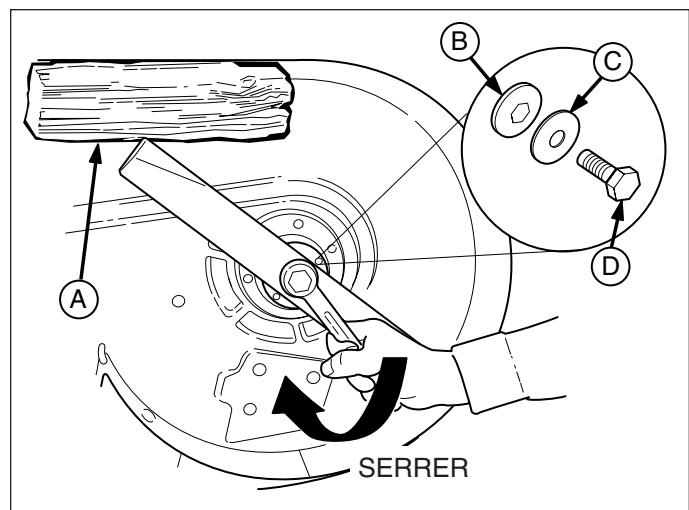

Figure 18. Installation de la lame - Modèles de 97 cm et 112 cm
4. **Modèles de 102 cm :** Retirer le boulon de fixation (A, figure 18), la rondelle élastique (F), la rondelle cannelée (G), la goupille de positionnement (E) et la lame (D). Ne pas retirer le raccord de lame (C).
6. Remonter la lame (figures 18 et 19) avec les languettes dirigées vers la tondeuse comme l'indiquent les figures. Remonter la goupille de positionnement (E).
7. **Modèles de 97 cm et 112 cm :** Remonter la rondelle hexagonale (B, figure 18), la rondelle élastique (C) et le boulon de fixation (D). Bloquer la lame avec une cale en bois (A) pour l'empêcher de tourner et serrer le boulon de fixation (D) à 61-75 Nm.